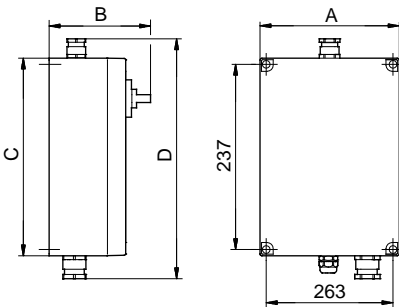

Abb. 6
- Den Deckel lösen und die Steuerung durch die Löcher im Gehäuseunterteil mit vier Schrauben an einer ebenen Fläche befestigen, siehe Abb. 6. Die Kabelverschraubungen für Pumpe und Schwimmerschalter müssen dabei nach unten zeigen.